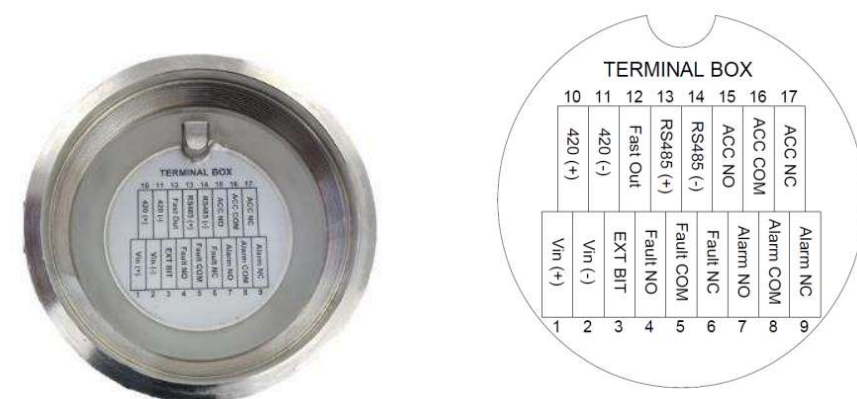
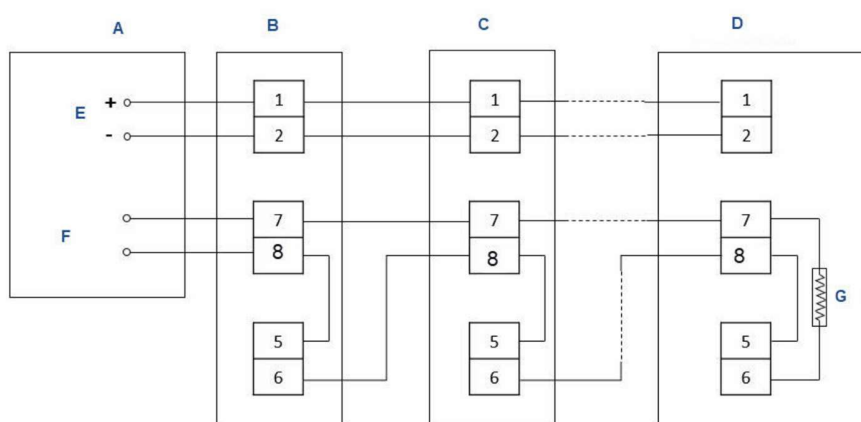
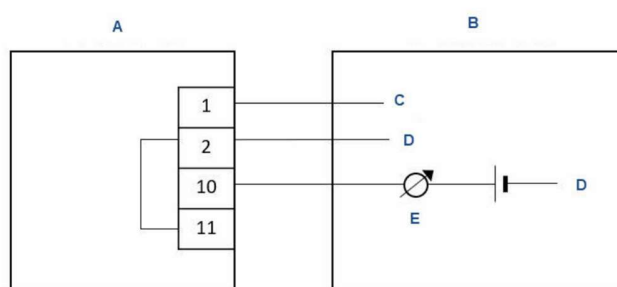

図3-5: 端子蓋(背面蓋)
図3-6: 4線式コントローラーの一般的な配線例
図3-7: 非絶縁型シンク接続 (3線式)
2. 一般的な配線構成は、図3-4、図3-5、図3-6、図3-7を参考にしてください。